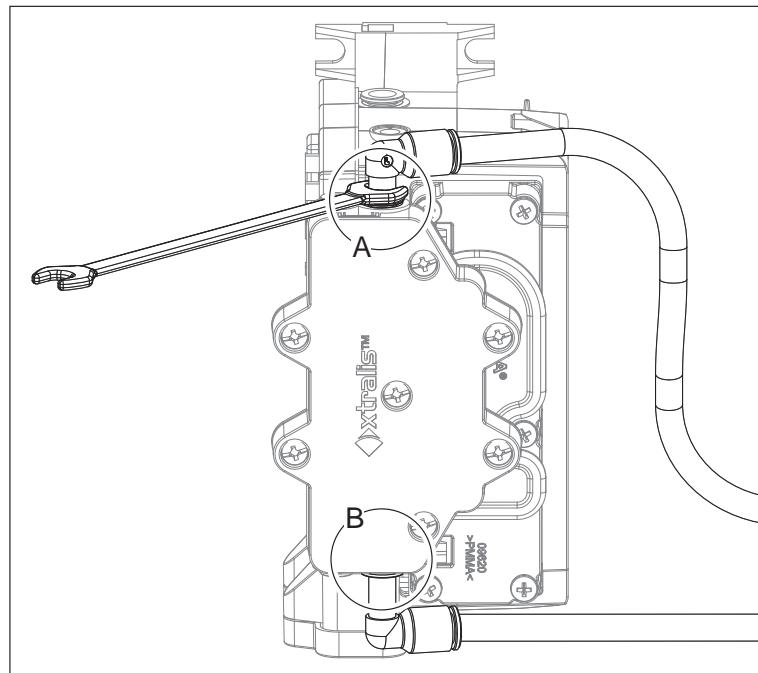

Рис. 7-33: Демонтаж модуля дымового датчика
10. Извлеките модуль дымового датчика (Рис. 7-33). Отсоедините две трубы (A и B) от модуля.